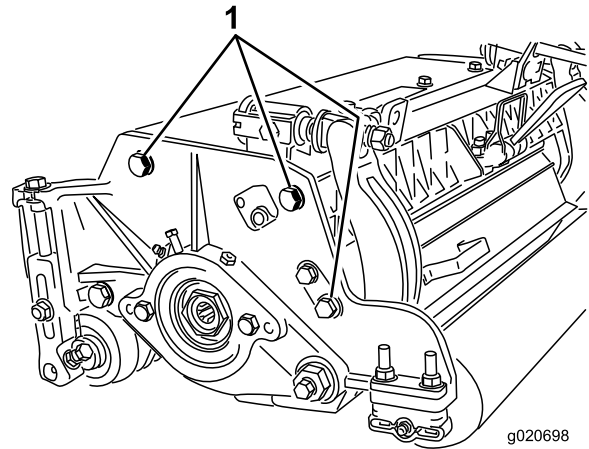

Figure 14
**Remarque:** La position du rouleau arrière par rapport au cylindre est contrôlée par les tolérances d'usinage des composants assemblés et le réglage du parallélisme n'est donc pas nécessaire. Un réglage limité est possible en plaçant le plateau de coupe sur un plan de travail et en desserrant les vis de fixation de la plaque latérale (Figure 14). Réglez et serrez les vis. Serrez les vis de fixation à un couple de 37 à 45 N m.